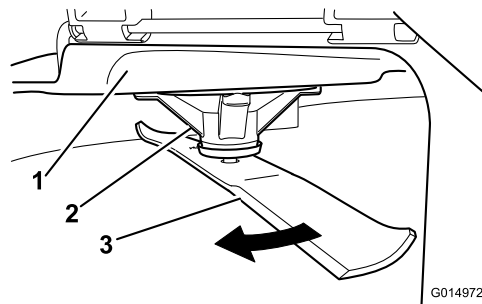

Figura 81
2. Llevando guantes fuertemente acolchados u otro tipo de protección apropiada para las manos, gire la cuchilla lentamente hasta una posición que permita medir la distancia entre el filo de corte y la superficie nivelada en la que descansa la máquina (Figura 81).